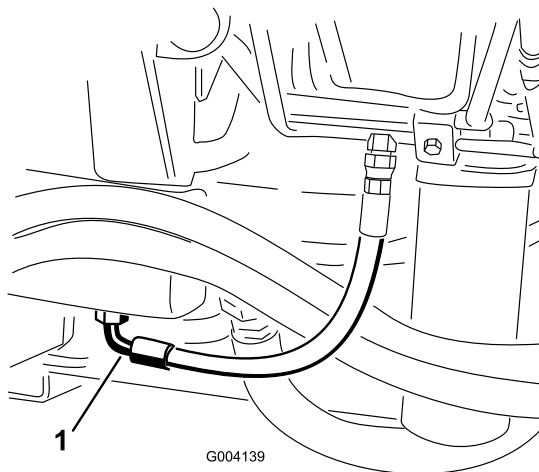

Figura 76
2. Coloque un recipiente grande debajo del acoplamiento situado en la parte inferior del depósito de aceite hidráulico (Figura 76).